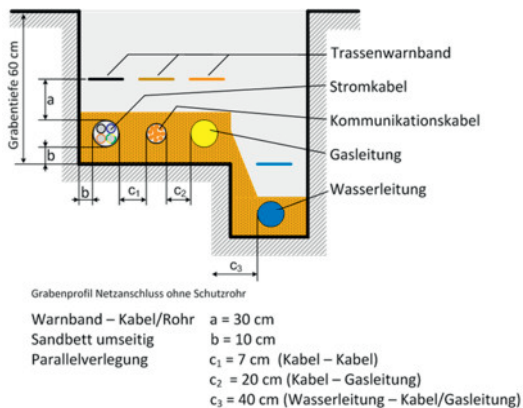

Bild 5: Gemeinsame Hausanschlussstrasse auf dem Privatgrundstück
- Art, Lage und Bauausführung der normgerechten Gebäudeeinführung (Bsp. Bild 5)